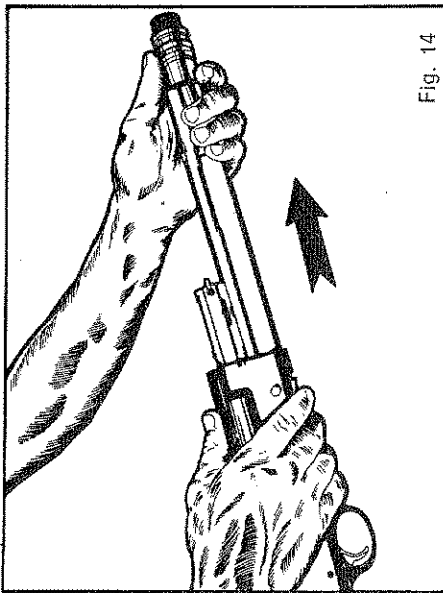

Fig. 14
- e) estrarre tutto il gruppo pistone - asta - otturatore (fig. 14)
- e) extraire le groupe piston - axe d'armement - culasse (fig. 14).
- Schiebemuffe, Verschluss und Vorderschaft herausnehmen (Abb. 14).
- e) extraer todo el grupo piston - biela - cerrojo (fig. 14),